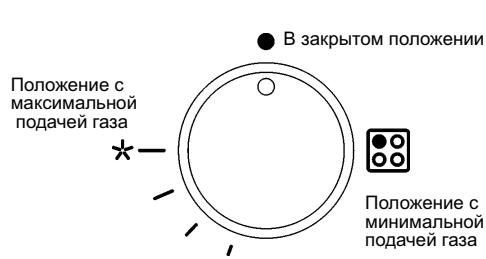

РИС. 1
Нажать и повернуть против часовой стрелки ручку, соответствующую используемой конфорке, установить ее в положение Максимум (большое пламя рис. 1) и поднести к конфорке зажженную спичку.
Нажать и повернуть против часовой стрелки ручку, соответствующую используемой конфорке, установить ее в положение Максимум (большое пламя рис. 1), затем нажать и отпустить кнопку розжига.
Нажать и повернуть против часовой стрелки ручку, соответствующую используемой конфорке, установить ее в положение Максимум (большое пламя рис. 1) и нажать ручку до упора.
Для розжига конфорок, оснащенных системой газ-контроль, следует повернуть против часовой стрелки ручку, соответствующую используемой конфорке, установить ее в положение Максимум (большое пламя рис. 1), пока она не сможет поворачиваться дальше, а затем нажать ручку и произвести розжиг, как описано выше.
- После закипания переведите ручку в положение Минимум (маленькое пламя рис. 1).
- **розжиг конфорок с предохранительной термопарой (системой "газ-контроль") можно произвести только если ручка установлена в положение Максимум (большое пламя рис. 1).**